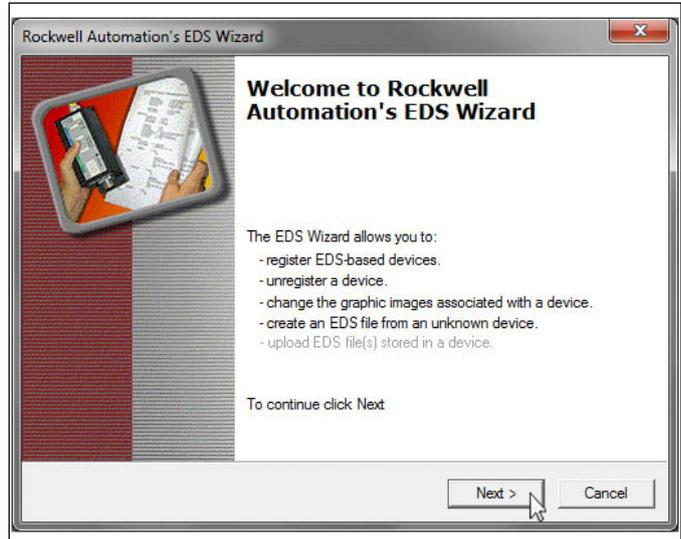

Abb. 88: Startbildschirm des EDS-Assistenten
3. Das Fenster „EDSWizard“ öffnet sich. Klicken Sie die Schaltfläche „Next >“ (Abb. 88).